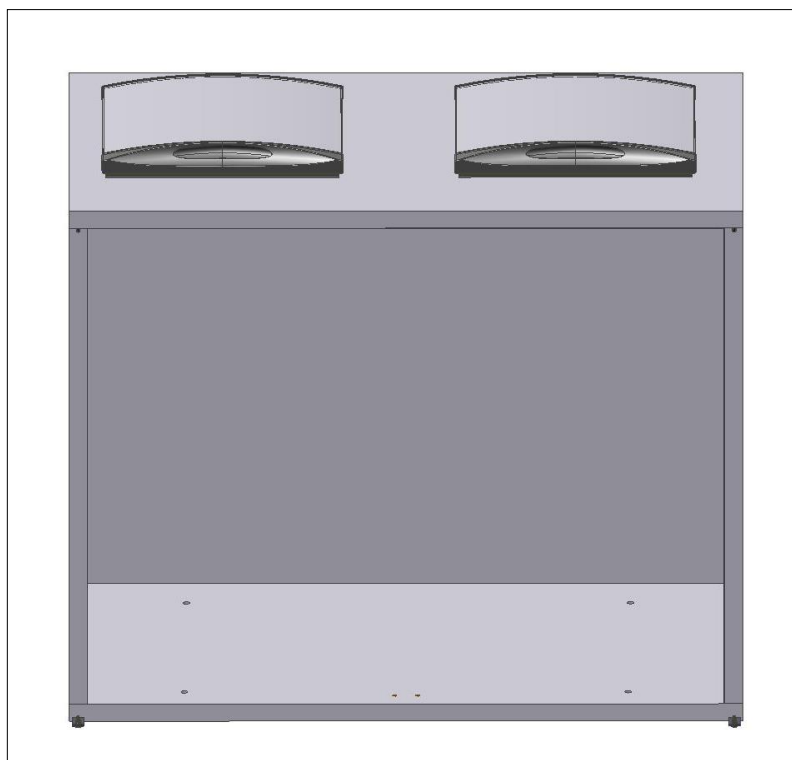

Fig. 7
- Encajar **el panel de la encimera** sobre los paneles laterales y sobre el panel de la espalda y apretar a la espalda (Fig.7);